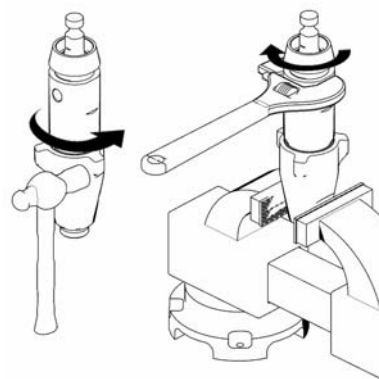

Рис. 17
15. (Рис. 17) Установите впускной клапан в цилиндр. Затяните со следующим усилием: 200 +/- 5 фут на фунт (271 +/- 7 Н•м) — на моделях 288467/288468, 288819, 110 +/- 5 фут на фунт (149 +/- 7 Н•м) — на модели 288466.